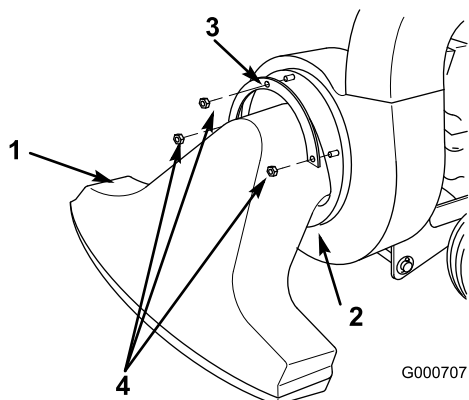

Figura 33
6. Retire la boquilla delantera (Figura 33).
7. Retire la bolsa del conducto y retire el conducto (Figura 33).